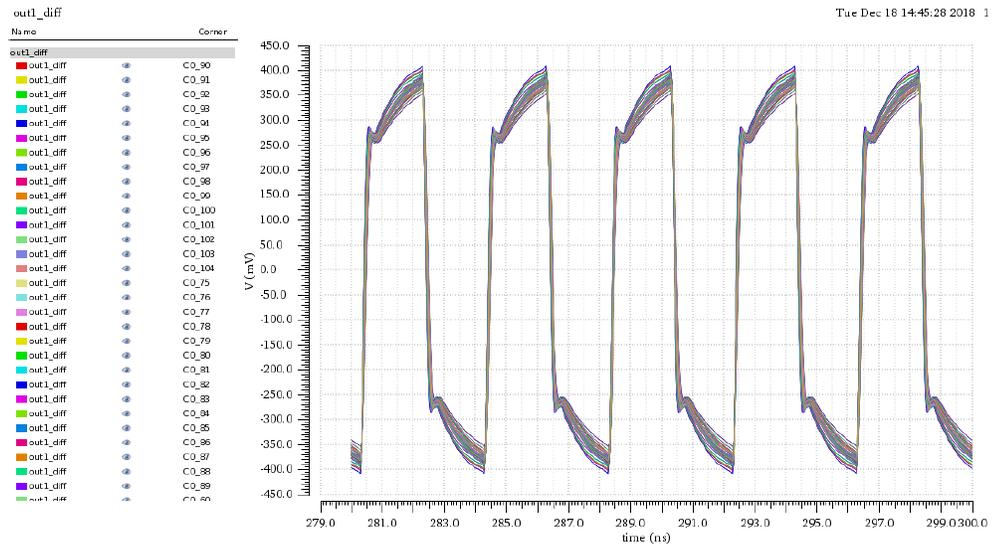

Figure 10. Rbias=1000ohm, Tstartup delay<300ns
3. R=1000ohm, 图 10 是仿真结果, 可以从图中看到在 279~300ns 之间, 输出趋于稳定。Tstartup delay<300ns